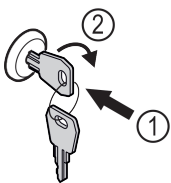

Fig. 123
- ▶ Вставьте ключ Fig. 123 (1).
- ▶ Поверните ключ на 90° по часовой стрелке Fig. 123 (2).